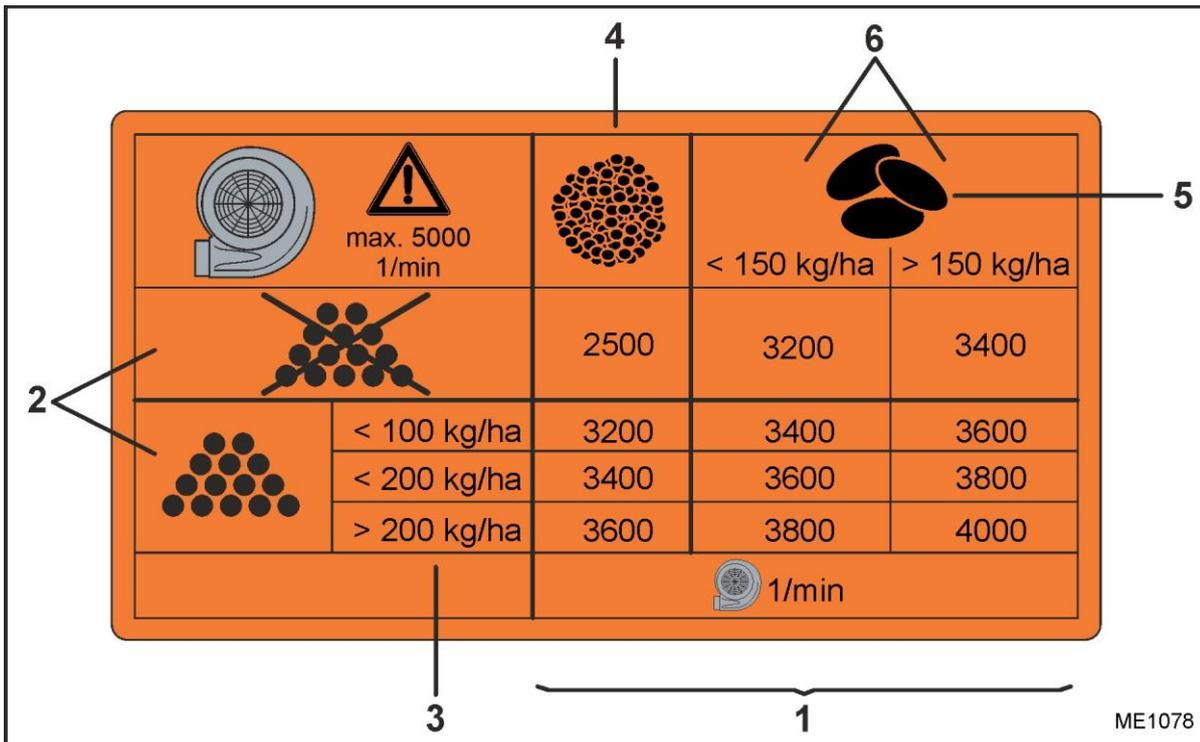

Fig. 119
Die erforderliche Gebläsedrehzahl (Fig. 119/1) ist abhängig
- mit oder ohne Dünger (Fig. 119/2)
- von der Dünger-Ausbringmenge (Fig. 119/3)
- Feinsaatgut (Fig. 119/4), z.B. Raps oder Grassamen
- Getreide oder Leguminosen (Fig. 119/5) und der Ausbringmenge (Fig. 119/6).
- Dünger-Ausbringmenge: 150 kg/ha / 133.83 lb/ac (Fig. 119/3)
- Getreide-Ausbringmenge: 130 kg/ha / 115.98 lb/ac (Fig. 119/6)